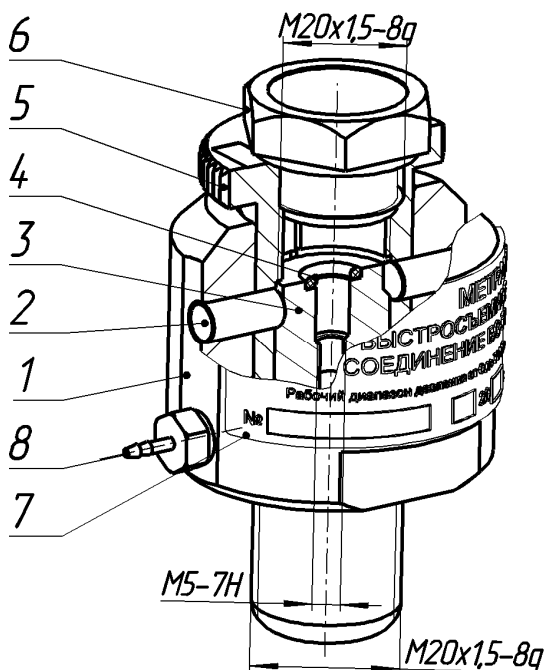

Рисунок 1 – Быстроразъемное соединение БС-70 с разрезной втулкой M20x1,5
БС-70 состоит из корпуса (поз. 1, рис. 1) в который запрессованы упоры (поз. 2), поршня (поз. 3). На поршне (поз. 3) лежит уплотнительное кольцо 007-010-19 (поз. 4) для уплотнения
1.5.1 На прикрепленной к корпусу BC-70 табличке (поз. 7, рис. 1) нанесены следующие надписи: